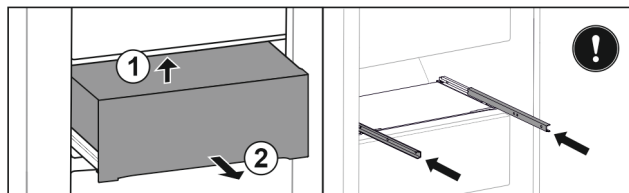

Fig. 52
- ▶ Predal dvignite od spodaj proti zadnji strani. Fig. 52 (1)
- ▶ Predal vzemite ven v smeri naprej. Fig. 52 (2)